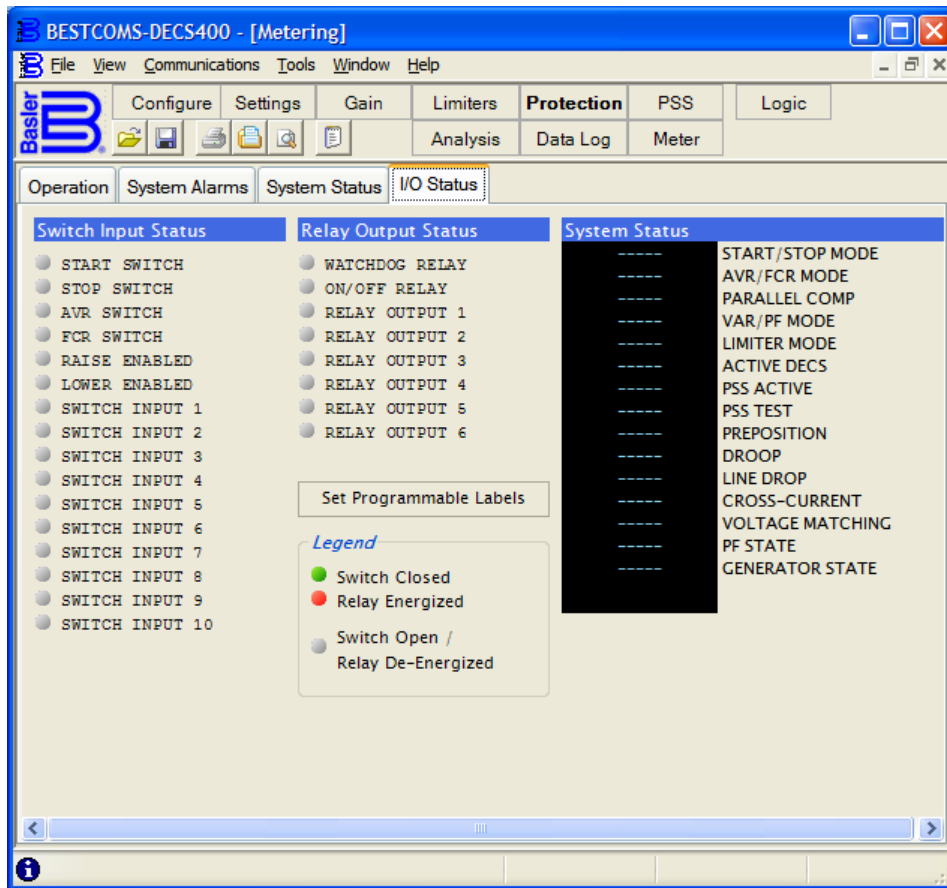

Figura 4-44. Pantalla Medición, pestaña Estado de E/S
Los indicadores de la pestaña I/O Status (Estado de E/S) se muestran en la **Figura 4-44** y se describen en los próximos párrafos.
**System Status (Estado del sistema).** Se enumeran distintos modos operativos del sistema (**Figura 4-44**) junto a etiquetas de texto que cambian según el estado de cada modo operativo.